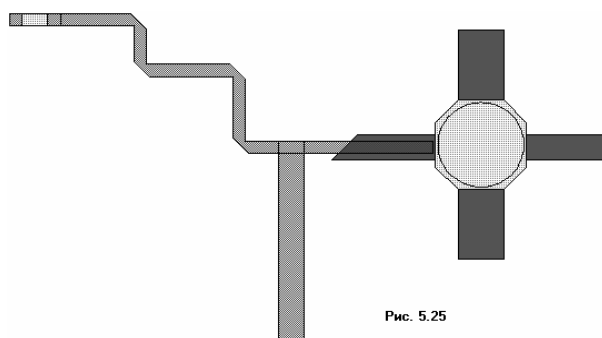

Рис. 5.25
5. Продолжайте двигать инструмент трассировки к точкам нужного маршрута, щёлкая левой кнопкой мышки, чтобы фиксировать точки изгиба, затем дважды щёлкните левой кнопкой мышки, чтобы закончить трассировку. Полученная топология показана на рис. 5.25.